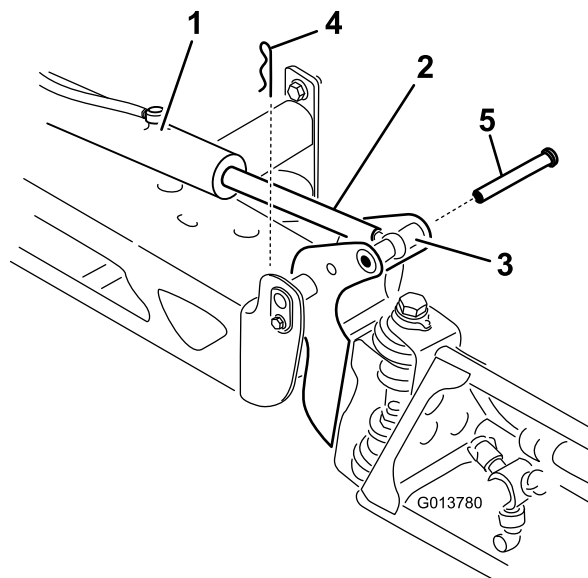

図 113
2. ピボットピンからコッターピンを抜き取る 図 113。
3. ブームを持ち上げて、ピンを外し 図 113、ブームをゆっくりと床面に降ろす。
9. ブームを支えながら、ブームのピボットとロッド端部の両方にピンを通す 図 113。